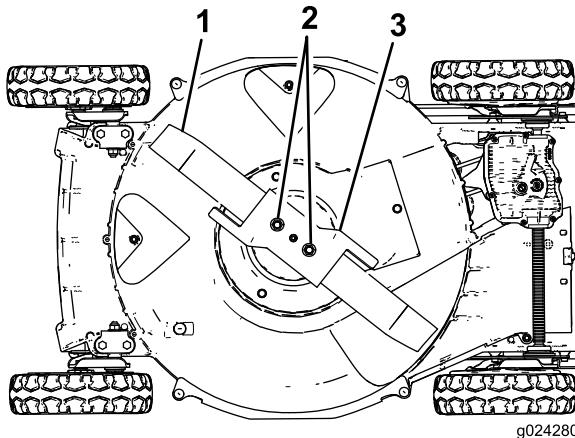

Figura 25
- Vuelque la máquina hacia su lado **derecho** (limpiador de aire hacia arriba), según se muestra en Figura 25.